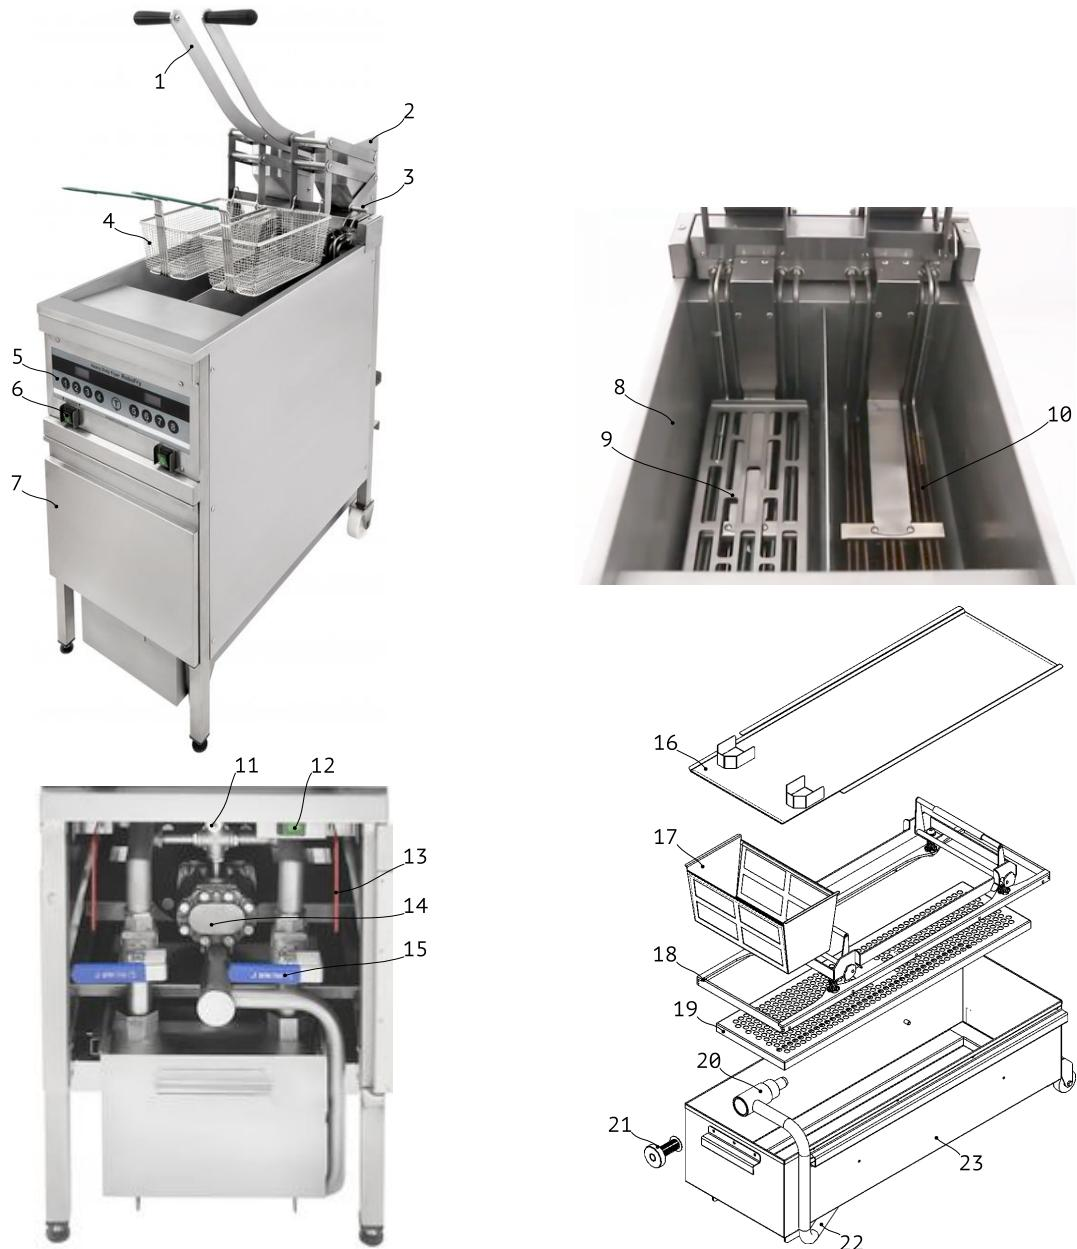

Рисунок 1
Изделие состоит из следующих основных компонентов см. Рис. 1.
4. Извлеките дежу и разберите её на составные элементы, см. Рис. 1. Тщательно промойте все элементы дежи, удалите лишнюю влагу и соберите дежу, установив сменный фильтр между прижимом и вставкой перфорированной. Установите дежу на место, направьте патрубок каждого сливного крана вертикально вниз в дежу.
2. Убедитесь, что дежа установлена на место, а патрубок каждого крана слива (см. Рис. 1) смотрит в дежу.
3. Установите выключатель нагрева в положение (I). На дисплее должно появиться сообщение **HEAT**.
5. Установите выключатели нагрева каждой ванны в положение (0).